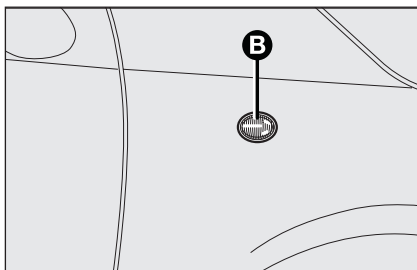

fig. 23
- ☐ faire levier au point indiqué par la flèche, de manière à comprimer le ressort de fixation et extraire le groupe **B**-fig. 23;